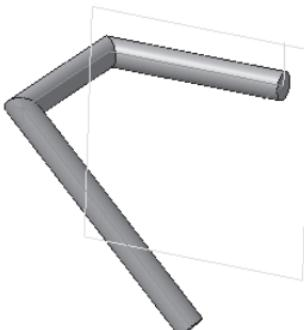
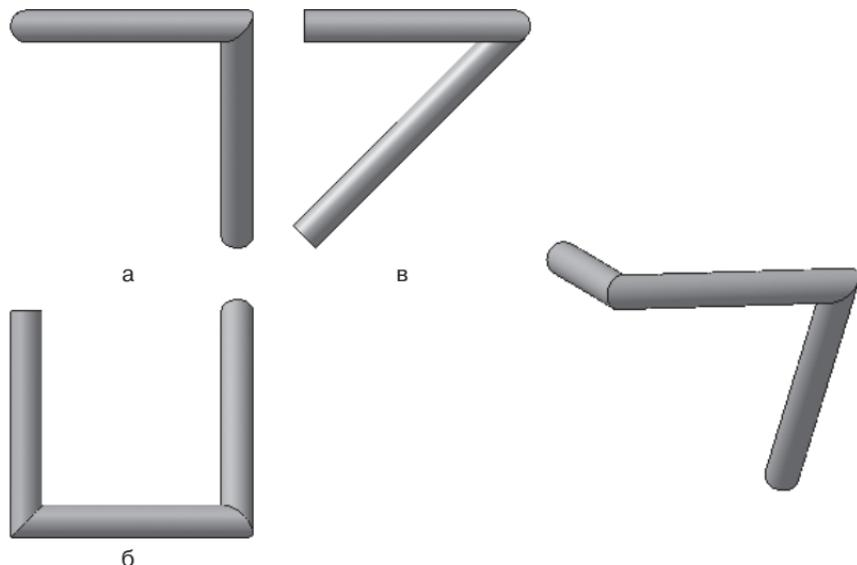

Рис. 419
Рис. 420
- уточните форму модели. На строке **Меню** выберите **Сервис – Параметры**, после щелчка ЛКМ раскроется диалоговое окно, укажите **Текущая деталь – Точность отрисовки и МЦХ**. «Бегунок», удерживая ЛКМ, переведите в положение **Точно – ОК** (рис. 419);
- сравните полученную модель (рис. 419) с силуэтами. На панели **Вид** выберите команду – **Ориентация** и из появившегося диалога установите ориентацию – **Спереди** (рис. 420, а), затем – **Сверху** (рис. 420, б) и – **Слева** (рис. 420, в).